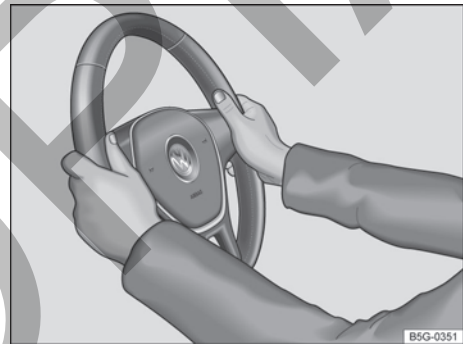

Fig. 62 En el volante: posición 9 y 3 horas.
- Ajustar el volante de manera tal que el conductor pueda sujetarlo con las dos manos del borde exterior y con los brazos ligeramente doblados (posición equivalente a las 9 y a las 3 horas → fig. 62).